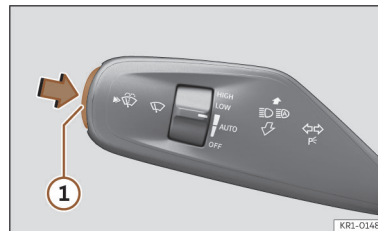

Abb. 183 Scheibenwischerhebel
- Drücken Sie die Taste ① des Scheibenwischers (kurz drücken) >>> (Abb. 183).